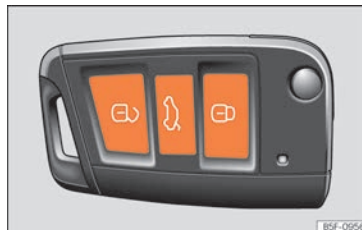

Abb. 82 Funkschlüssel: Tasten.
- Verriegeln: drücken Sie die Taste  »» **Abb. 82**.